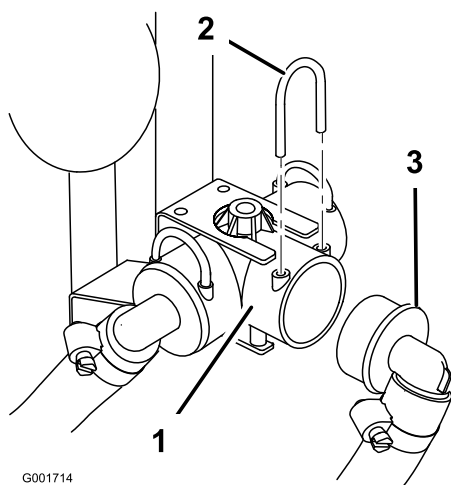

Figure 6
1. Placez le distributeur sur le côté droit de la cuve et retirez l'étrier de fixation pour séparer le flexible d'alimentation de la rampe du raccord en T d'alimentation (Figure 6).